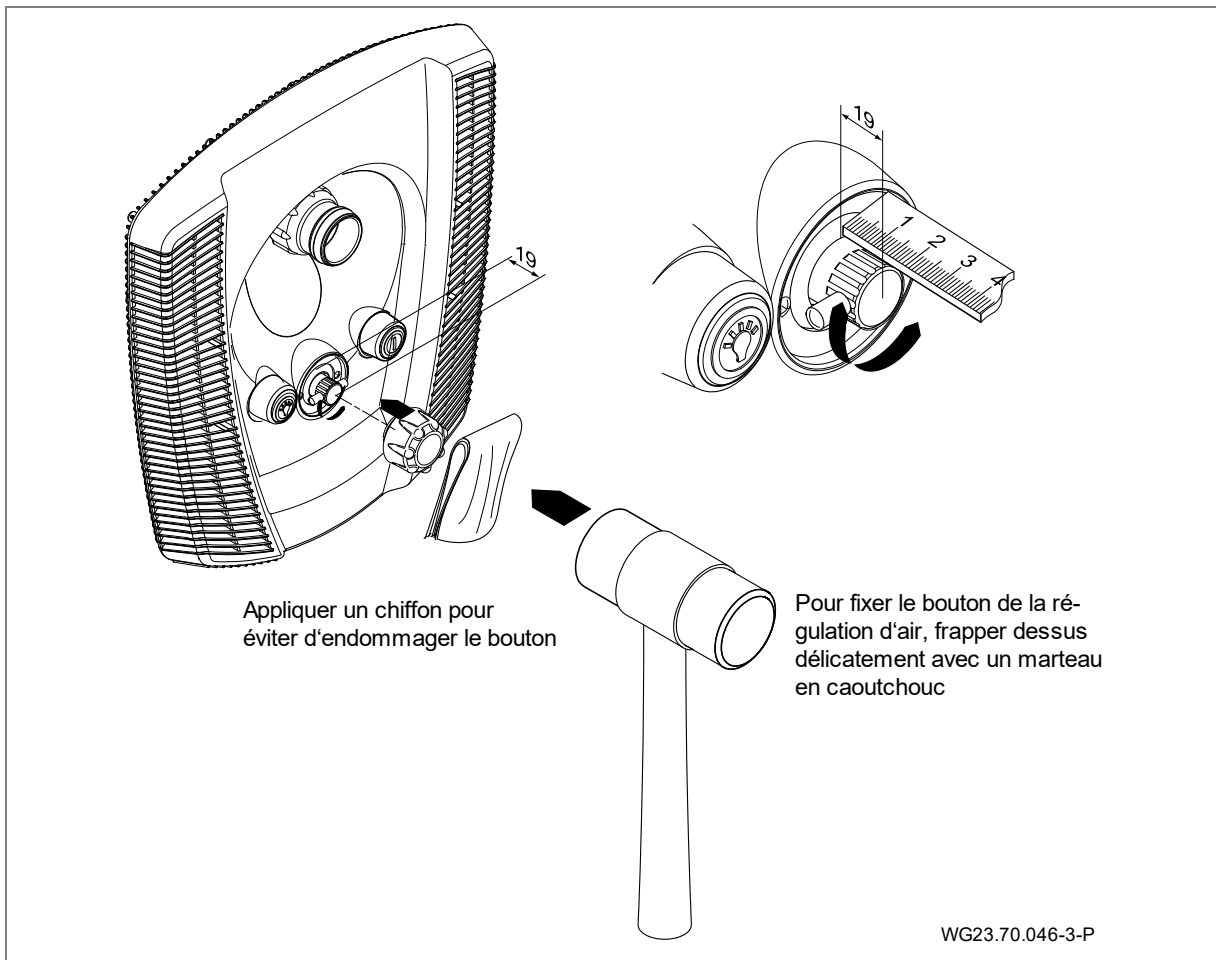

Fig. 20
8. Fixer le capuchon pour la régulation d'air. (Fig. 20)
9. Côté aspiration et côté refoulement, raccorder la pompe Jet (92) avec le demi-vissage (98, 99, 100), l'équerre en caoutchouc (79) et les pinces assorties (75) sur le boîtier de montage (1).